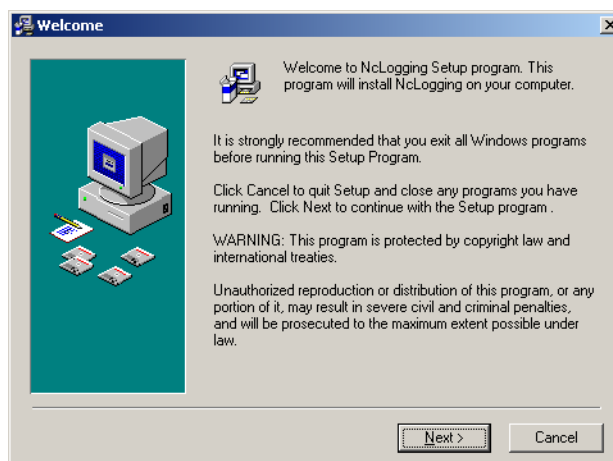

figura 47.1: Installazione dell'applicazione di registrazione.
- 3 Fare clic sul pulsante *Open* per avviare il programma di installazione di *Log application*. Appare una schermata simile a quella in figura 47.1.